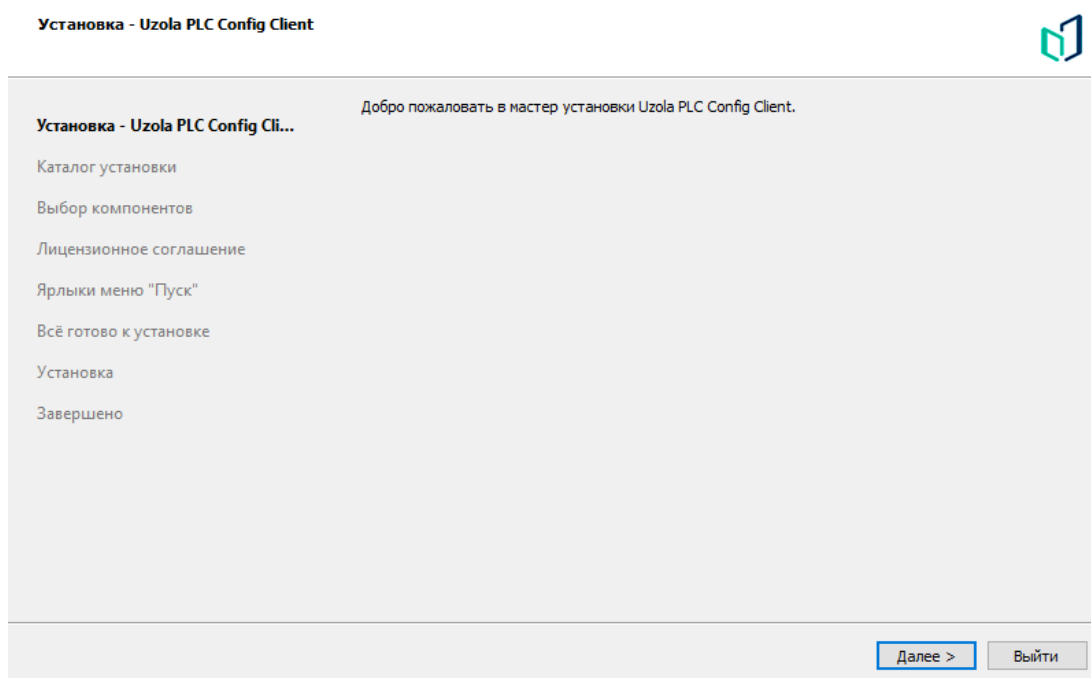

Рисунок 1 – Начальное окно установщика
3.2 После запуска установщика следуйте его указаниям (рисунок 1).